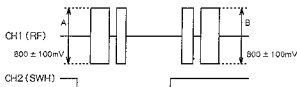

Fig. 4-9
- 1). Connect CH1 of the oscilloscope to TP1-1 (RF) and CH2 to TP11 (SWH).
- 3). Adjust trimmer resistor R24 so that levels A and B of the output waveform are $800 \pm 100 \text{ mV}$, as shown in Fig. 4-9. At this time, if the difference in output level between A and B is too great for both of them to fall within the standard range, match the higher to the standard value.
- 3). 図4-9のように、出力波形(1.57MHz) A、Bのレベルが $800 \pm 100 \text{ mV}$ になるように半固定抵抗R24を調整する。このとき、A、Bの出力差が大きき規格値に入らない場合は、大きい方のレベルを規格値に合わせるように調整する。